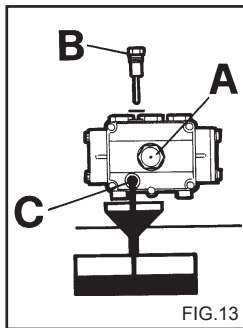

FIG.13
- ABB.13
- 2) Den Deckel mit dem Kontrollstab (Fig.13) aufdrehen.